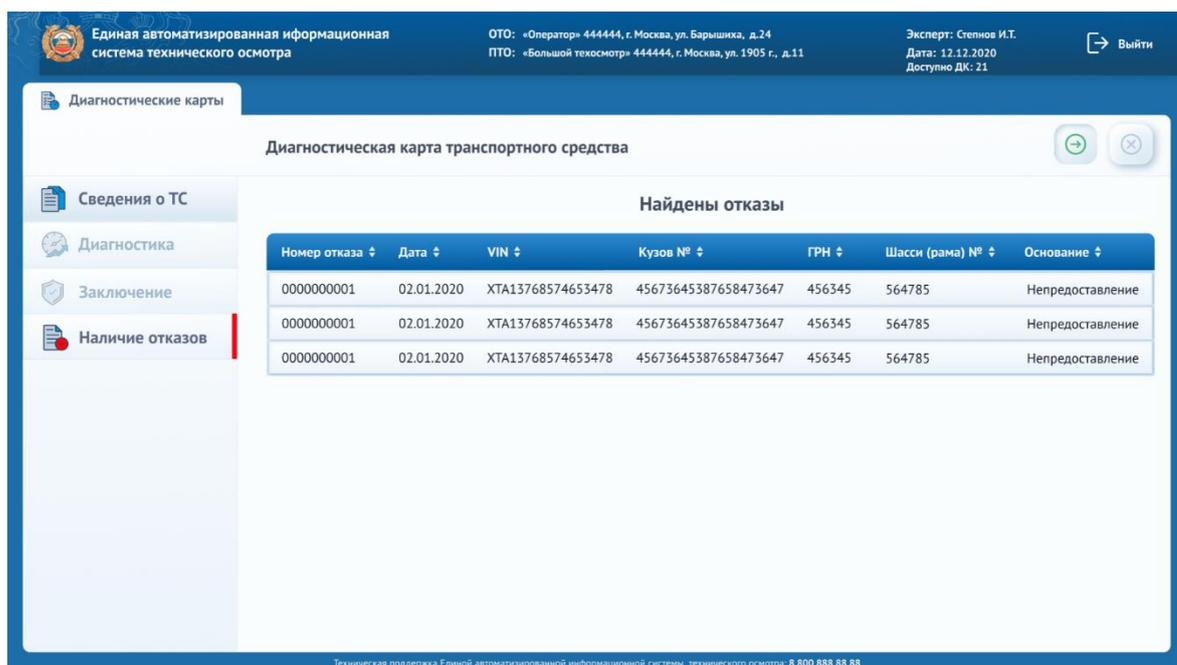

Рисунок 8 – Макет раздела о наличии отказов
10. В открывшемся разделе (рис. 8) просмотреть информацию по имеющимся отказам, нажав на строчку с отказом.